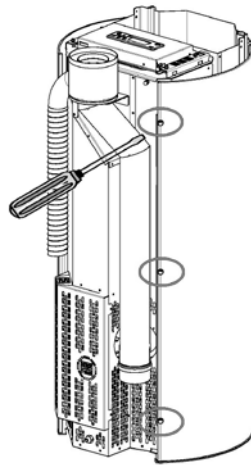

Fig. 73 - Schroeven verwijderen
- Draai de achterste schroeven van de flanken vast (zie **Fig. 73**).